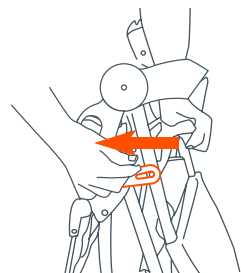
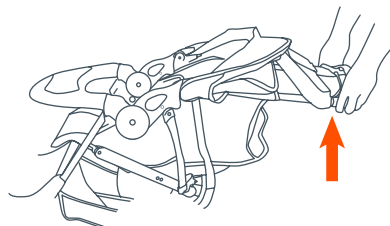

Fig. 20a
Fig. 20b
- 20) • Destrabe la palanca de liberación (Fig. 20a). Dépliez le châssis de la poussette en tirant vers l'arrière sur la poignée de la poussette (Fig. 20b).